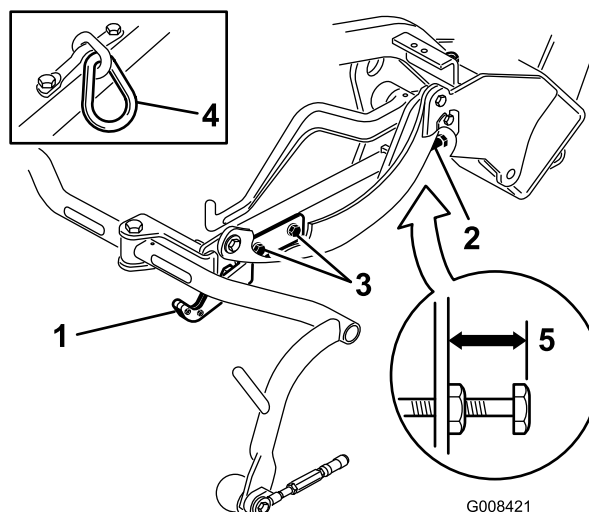
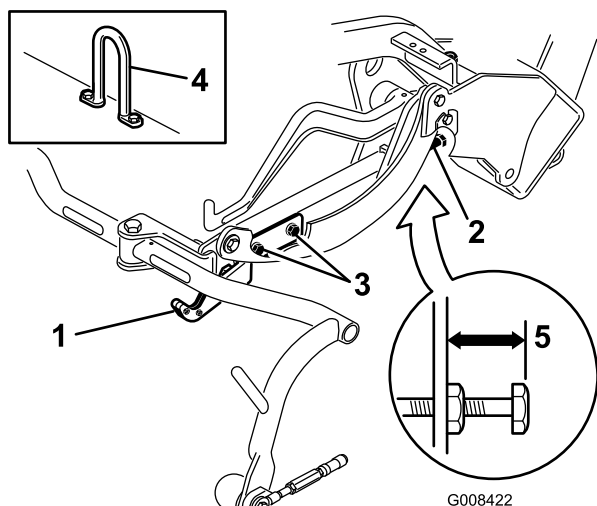
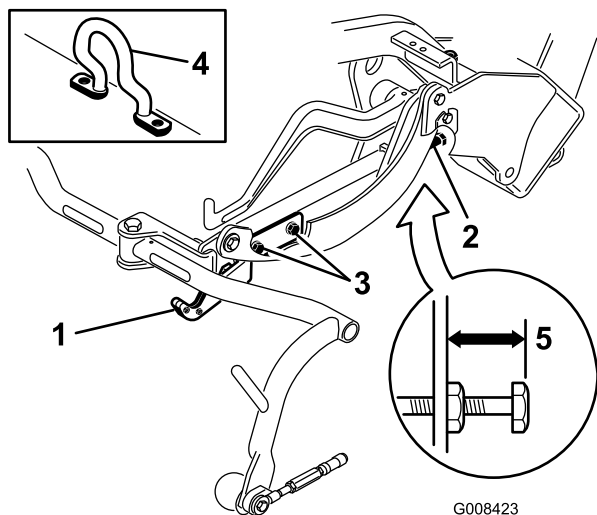

Figure 19
Figure 20
Figure 21
Vérifiez la hauteur de transport (Figure 19 et Figure 20) et ajustez-la au besoin.
2. Sur les plateaux de coupe équipés d'un maillon de chaîne ou d'un crochet de levage droit (Figure 19 et Figure 20, détails), vérifiez qu'un espace de 22 mm existe entre le haut de la vis de réglage du bâti porteur et l'arrière du bâti porteur. Si l'espace n'est pas correct, passez à l'étape 4. Si le plateau de coupe est équipé d'un crochet de levage décentré (Figure 21), passez à l'étape suivante.
3. Sur les plateaux de coupe équipés d'un crochet de levage décentré (Figure 21, détails), vérifiez qu'un espace de 25 mm existe entre le haut de la vis de réglage du bâti porteur et l'arrière du bâti porteur. Si l'espace n'est pas correct, passez à l'étape 4.
4. Desserrez les vis de la plaque de transport (Figure 19, Figure 20 et Figure 21).
7. Si les bâtis porteurs ne sont pas tous à la même hauteur, desserrez l'écrou de blocage de la vis de réglage de chaque bâti (Figure 19, Figure 20 et Figure 21). Tournez la vis vers l'extérieur pour élever le bâti ou vers l'intérieur pour l'abaisser. Serrez l'écrou de blocage une fois la hauteur correcte obtenue.